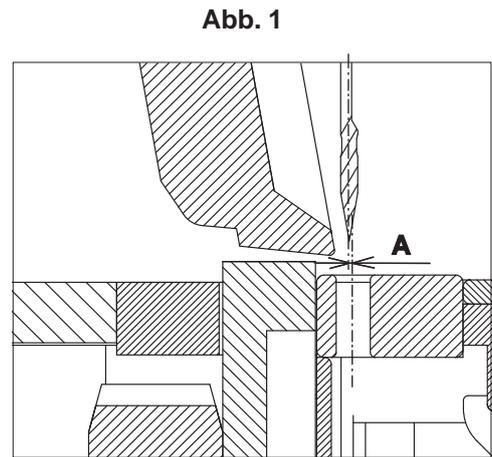

Abb. 1
- Schrauben (3) und (4) lösen. Stichplatte so verschieben, damit Regel 2.1 (A) = 0,1 mm laut Abb. 1 oder damit Regel 2.2 laut Abb. 2 erfüllt wird. Schrauben anziehen.